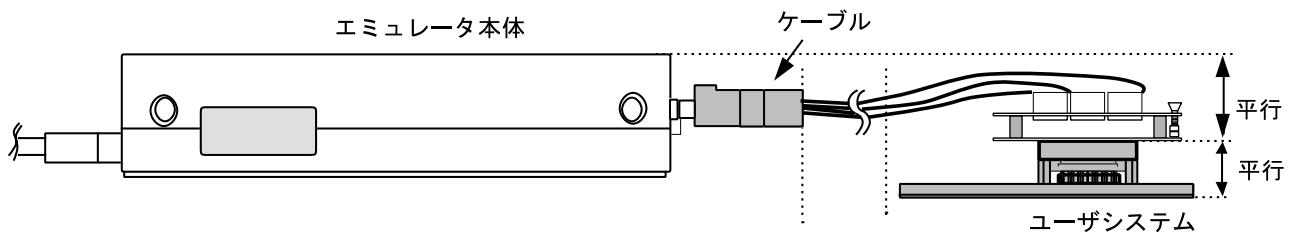

図11 設置例
- (1) ユーザシステムへの接続時には1ピン位置に十分注意して、誤接続は絶対にしないでください。
- (2) 本ユーザシステムインターフェースケーブルを使用する場合の推奨マウントパッド寸法は、MCU実装用マウントパッド寸法とは異なりますので注意してください。
- (3) 本ユーザシステムインターフェースケーブルは、HS2633REPI61H、HS2633EPI61Hエミュレータ専用ですので、他のエミュレータ本体には使用しないでください。
- (4) ケーブル本体部が断線する可能性がありますので、本ユーザシステムインターフェースケーブルの上に重いものや金属等の角の尖ったものを置かないでください。
- (5) ユーザシステムに接続した状態では、ユーザシステムインターフェースケーブル、特にケーブル先端部に無理な力が加わらないように注意する必要があります。図11の設置例を参照してご使用ください。